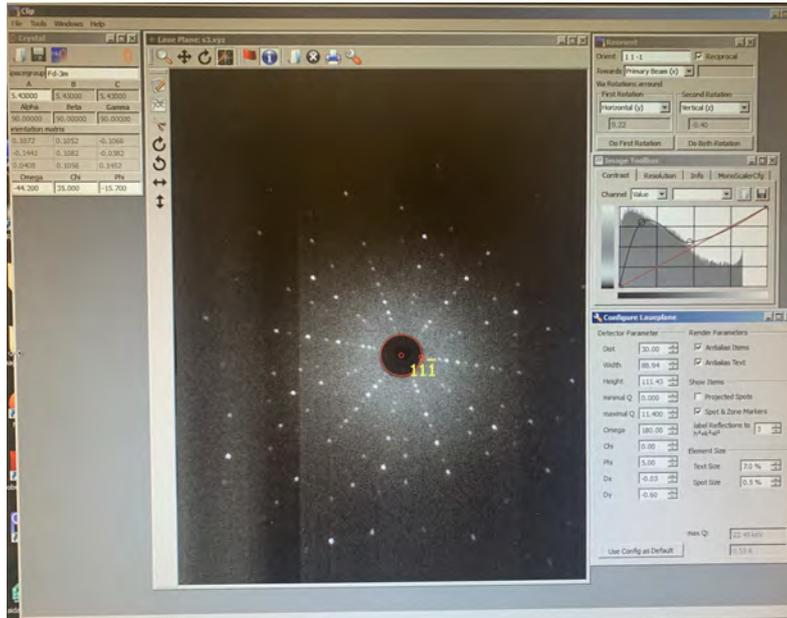

Figure 3.3: "Clip"-Software, zur Auswertung und Orientierung des untersuchten Kristalls.
In diesem Versuchsteil soll nun zuerst ein Silizium-Kristall so ausgerichtet werden, dass die (111)-Richtung genau zur Quelle zeigt, d.h. sich in der Mitte der Aufnahme befindet. Dazu wird eine Laue Aufnahme gemacht, der (111)-Reflex anhand seiner Zähligkeit indentifiziert, die Fehlorientierung mit Hilfe der "Clip"-Software (Abb. 3.3) bestimmt und dementsprechend die Ausrichtung des Kristalls korrigiert. Dieser Vorgang muss ggf. mehrfach wiederholt werden, bis der Kristall perfekt ausgerichtet ist.
- **Aufgabe:** Richten Sie den Silizium-Kristall mittels der Laue-Kamera in (111)-Richtung aus und bestimmen Sie die weiteren sichtbaren, hochsymmetrischen Achsen.